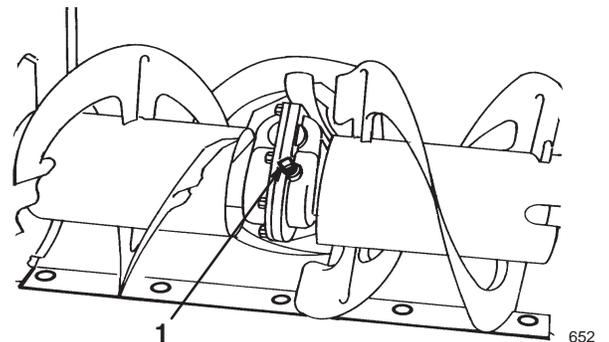

Bild 28
4. Reinigen Sie den Bereich um den Rohrverschluss (Bild 28).
5. Entfernen Sie den Rohrverschluss vom Getriebe (Bild 28).